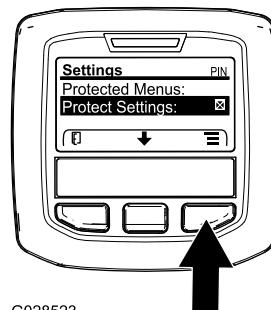

図 30
- 保護メニューにアクセスし、サブメニューのロックを解除する 図 30 アクセス制限付きメニューへのアクセス \(ページ 18\) を参照。